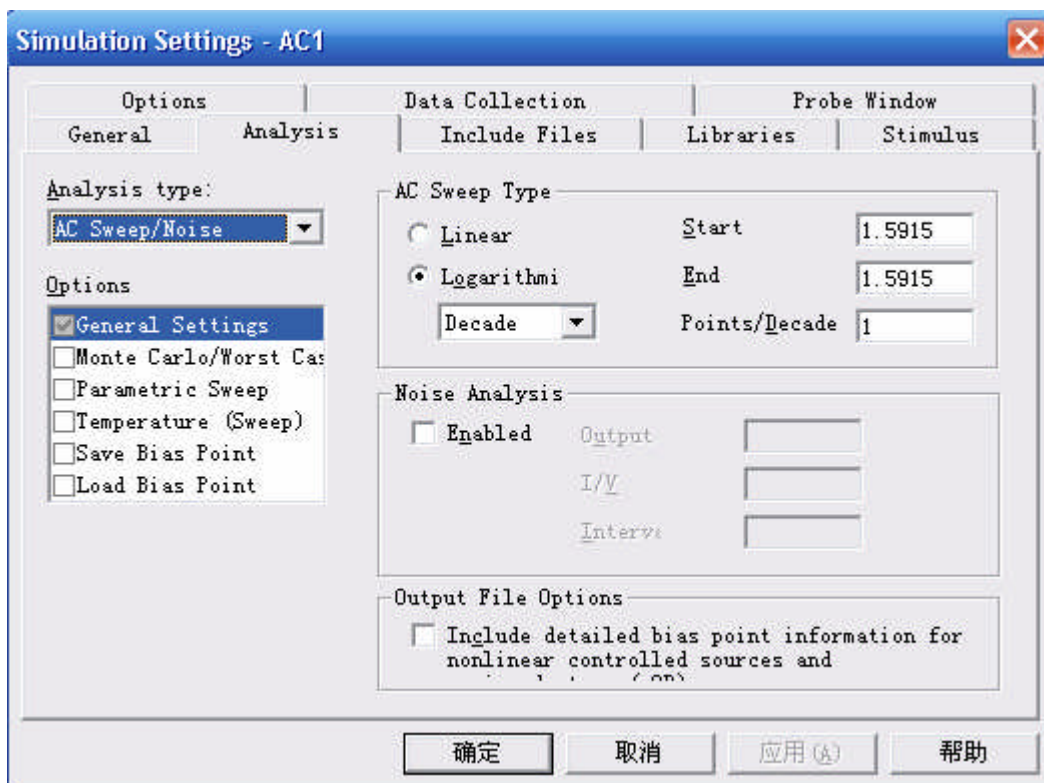

图 3.6 仿真设置
2、点击  新建一个 AC1 仿真文件，同时选择 AC Sweep，具体设置如下图 3.6 所示：这里我们只仿真在 $f=1.5915\text{Hz}$ 处的参数。